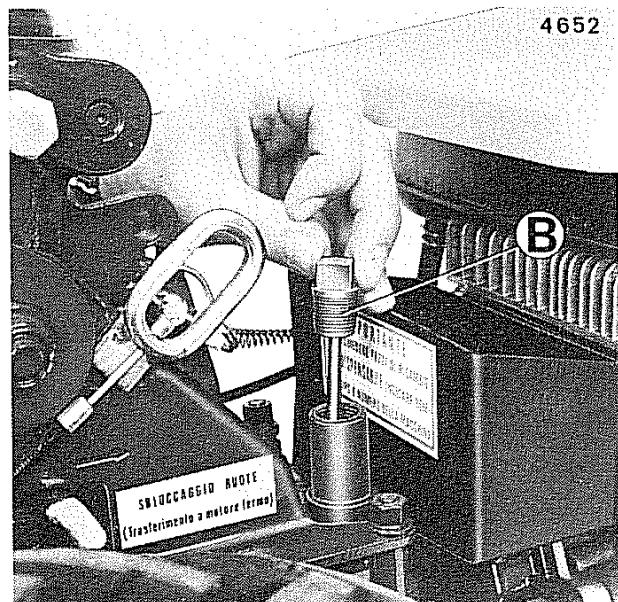

Fig. 15 - Immissione e livello olio.
Dopo il completo scarico dell'olio vecchio, introdurre dal tappo **B** (fig. 15) nuovo olio ESSO GEAR OIL GX 85W-90 nella quantità di circa 2 Kg.
N.B. - Il controllo del livello dell'olio va effettuato per mezzo dell'asta del tappo **B** (fig. 15) e tenendo la macchina in posizione orizzontale.